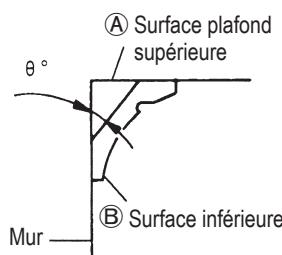
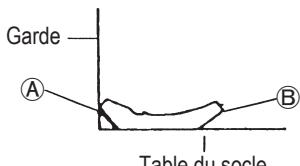
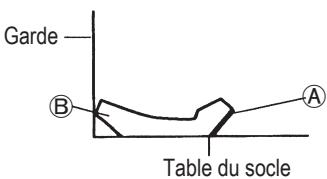

Fig. 33
Fig. 37
Fig. 38
La Fig. 33 montre deux types de corniche complexe courants ayant des angles de (θ) 38° et de 45°.
- Disposer la corniche complexe de façon que la surface supérieure (Ⓐ sur la Fig. 33) touche la garde comme indiqué à la Fig. 37.
- Disposer la corniche complexe de façon que la surface inférieure (Ⓑ sur la Fig. 33) touche la garde comme indiqué à la Fig. 38.
- Disposer la corniche complexe de façon que la surface supérieure (B) sur la Fig. 33 touche la garde comme indiqué à la Fig. 41.
- Disposer la corniche complexe de façon que la surface inférieure (A) sur la Fig. 33 touche la garde comme indiqué à la Fig. 42.